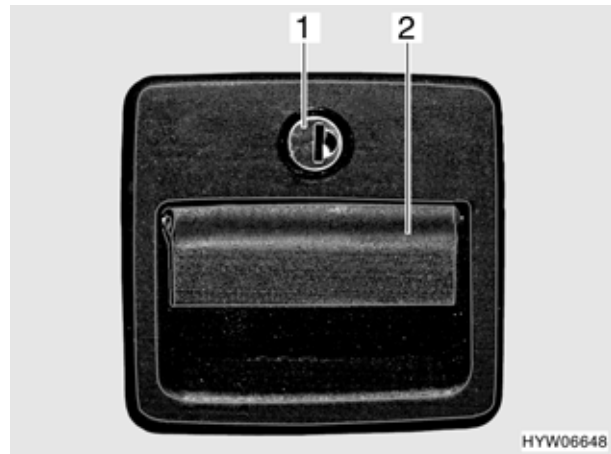

Fig. 30 Serratura dello sportello (variante 2)
- Inserire la chiave nel cilindro della serratura (Fig. 30,1) e girare in senso orario, fino a quando la serratura dello sportello si sblocca.
- Tirare la maniglia della serratura (Fig. 30,2). In questo modo si apre lo sportello esterno.
- Inserire la chiave nel cilindro della serratura (Fig. 30,1) e girare in senso antiorario. La serratura dello sportello è chiusa.